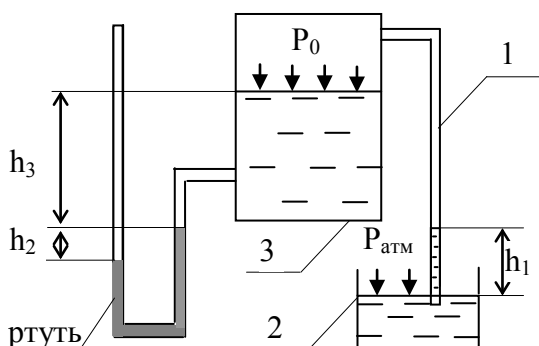

Рисунок 4.8
**4.2.9** Визначити тиск в резервуарі  $P_0$  і висоту підйому рівня рідини  $h_1$  в трубці 1, якщо показники ртутного манометра  $h_2$  і  $h_3$  (рис. 4.8). (Позначення в таблиці відповідають позначенням у 4.2.5 – 4.2.7.)